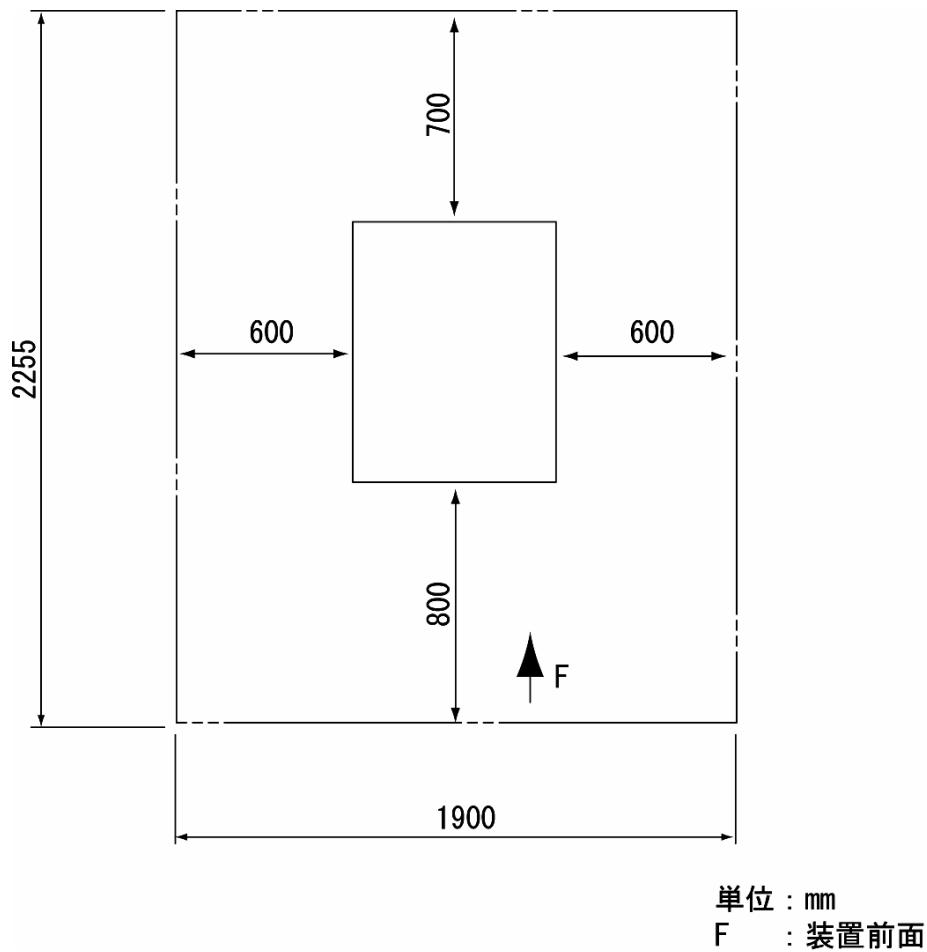

図 16 設置スペース
- 本装置の側面にディスプレイ装置を設置する場合は、表示画面が歪むことがあるため設置スペース（図16）外に設置する必要があります。